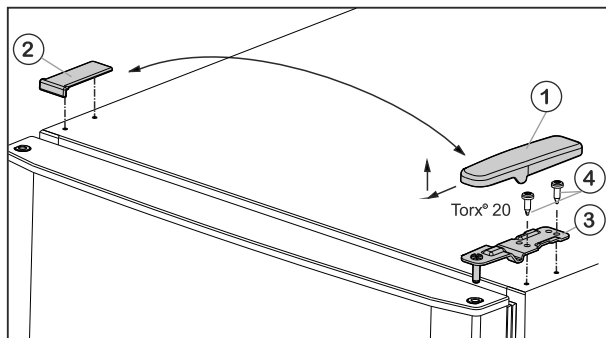
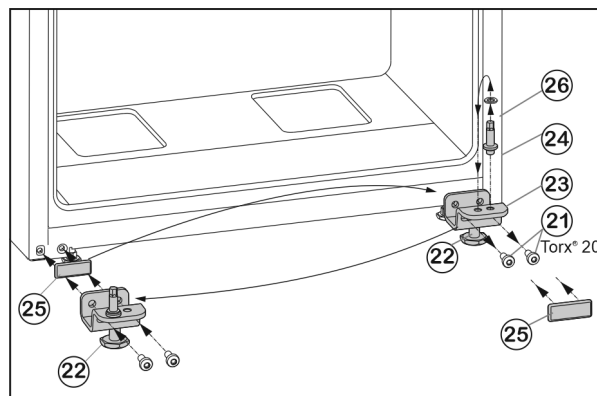

Fig. 5
Fig. 7
- ▶ Afdekking Fig. 5 (1) naar voren en boven wegtrekken.
- ▶ Afdekking Fig. 5 (2) eraf nemen.
- ▶ Bovenste lagerbus Fig. 5 (3) losschroeven (2 maal Torx® 20) Fig. 5 (4) en naar boven eraf trekken.
- ▶ Bevestigingsbouten Fig. 7 (21) losschroeven.
- ▶ Lagerbok onder Fig. 7 (23) volledig met lagerbouten Fig. 7 (24), schijf Fig. 7 (26) en stelvoet Fig. 7 (22), verwijderen.
- ▶ Lagerbouten Fig. 7 (24) volledig met schijf Fig. 7 (26) losschroeven, terugplaatsen in het tegenoverliggende opnamegat van het lagerbok en weer vastschroeven.
- ▶ Afdekplaat Fig. 7 (25) voorzichtig verwijderen en terugplaatsen op de andere zijde.
- ▶ Lagerbok onder Fig. 7 (23) volledig met lagerbouten Fig. 7 (24), schijf Fig. 7 (26) en stelvoet Fig. 7 (22) weer op de nieuwe scharnierzijde evt. met behulp van een accuboormachine **vastschroeven (met 4 Nm)**.
- ▶ Onderste deur van bovenaf op scharnierpen Fig. 7 (24) plaatsen.
- ▶ Middelste scharnierblok (13) 180° gedraaid in de onderste deur plaatsen en met bevestigingsbouten (11) (2 maal Torx® 20) op de nieuwe scharnierkant **stevig (met 4 Nm)** aandraaien.
- ▶ Kunststof ring (10) weer aanbrengen.
- ▶ Bovenste deur op het middelste scharnierblok (13) plaatsen.
- ▶ Plaats de bovenste lagerbus Fig. 5 (3) aan de nieuwe scharnierkant in de deur.
- ▶ Bovenste lagerbok **vastschroeven (met 4 Nm)** (2 keer Torx® 20) Fig. 5 (4). Eventueel een accuboormachine gebruiken.
- ▶ Afdekking Fig. 5 (1) aan de andere kant buiten plaatsen en vastklikken.
- ▶ Afdekking Fig. 5 (2) steeds aan de andere kant van bovenaf plaatsen en vastklikken.
- ▶ Stelpoot Fig. 7 (22) van onderste scharnierblok Fig. 7 (23) eruit draaien, tot deze de vloer raakt.